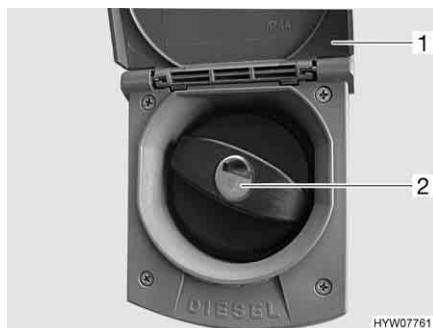

Fig. 23 Coperchio per bocchettone di riempimento per il rifornimento di carburante
**Apertura:** ■ Alzare lo sportello (Fig. 23,1) verso l'alto.
- Inserire la chiave nel cilindro della serratura (Fig. 23,2) e ruotare in senso antiorario.